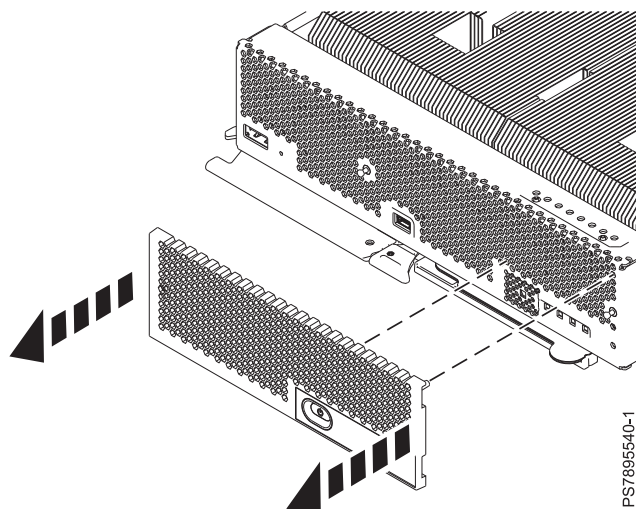

図 48. IBM Flex System p270 コンピュータ・ノードからのベゼル・アセンブリの取り外し
8. ベゼル・アセンブリーを取り外します。 コンピュート・ノードの右前部にあるベゼルを確認します。 92 ページの図 48 に示されているように、ベゼル・アセンブリーの両サイドを持ち、ベゼル・アセンブリーをコンピュート・ノードから引き離します。